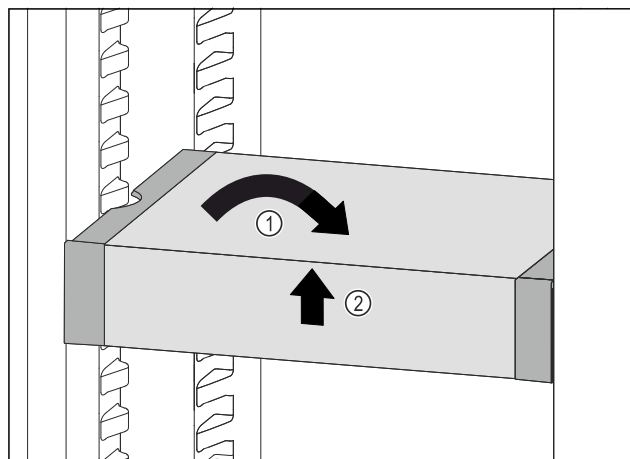

Fig. 103
- VarioSafe recht zetten. Fig. 103 (1)
- VarioSafe aan voorkant optillen. Fig. 103 (2)